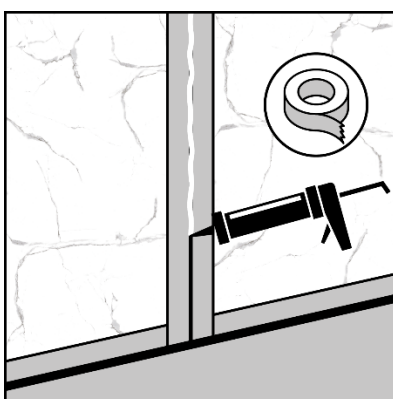

Figura 7
1. Una vez que se hayan instalado todos los paneles, ponga cinta adhesiva a cada lado de las juntas antes de rellenar con el sellador (Figura 7).